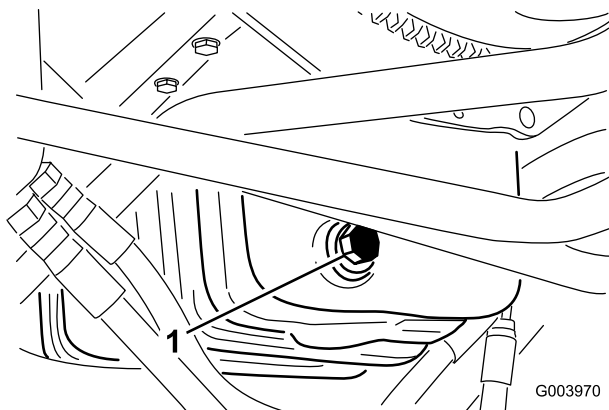

**Bild 60**
1. Entfernen Sie die Ablassschraube (Bild 60) und lassen Sie das Öl in die Auffangwanne ab.